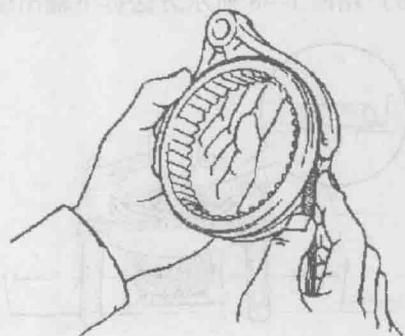

图 1-42 检测齿套
42) 用塞尺检测齿套与换档拨叉之间的距离, 最大值为 0.35mm, 否则更换齿套或换档拨叉, 如图 1-42 所示。